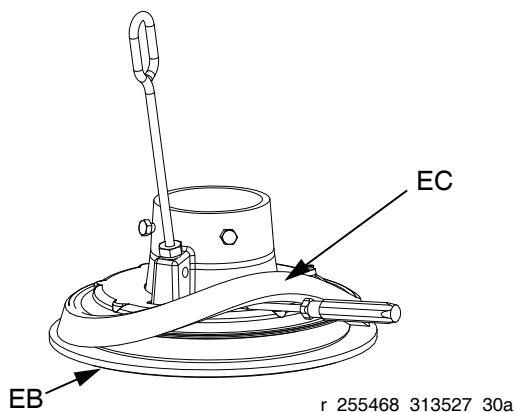

FIG. 17: Glidande distansplatta
3. För hand, vinkla distansplattan (EC) och avlägsna den från plattan genom att dra ner den över flänsen och bottenkraporna (EB). Se FIG. 17.
4. Spara distansplattan (EC) eftersom den krävs för andra användningar.
2. Se till att den större diametern på distansplattan (EC) är vänd **nedåt**. För upp distansplattan (EC) över plattan för hand, helt över plattans fläns. Se FIG. 17.